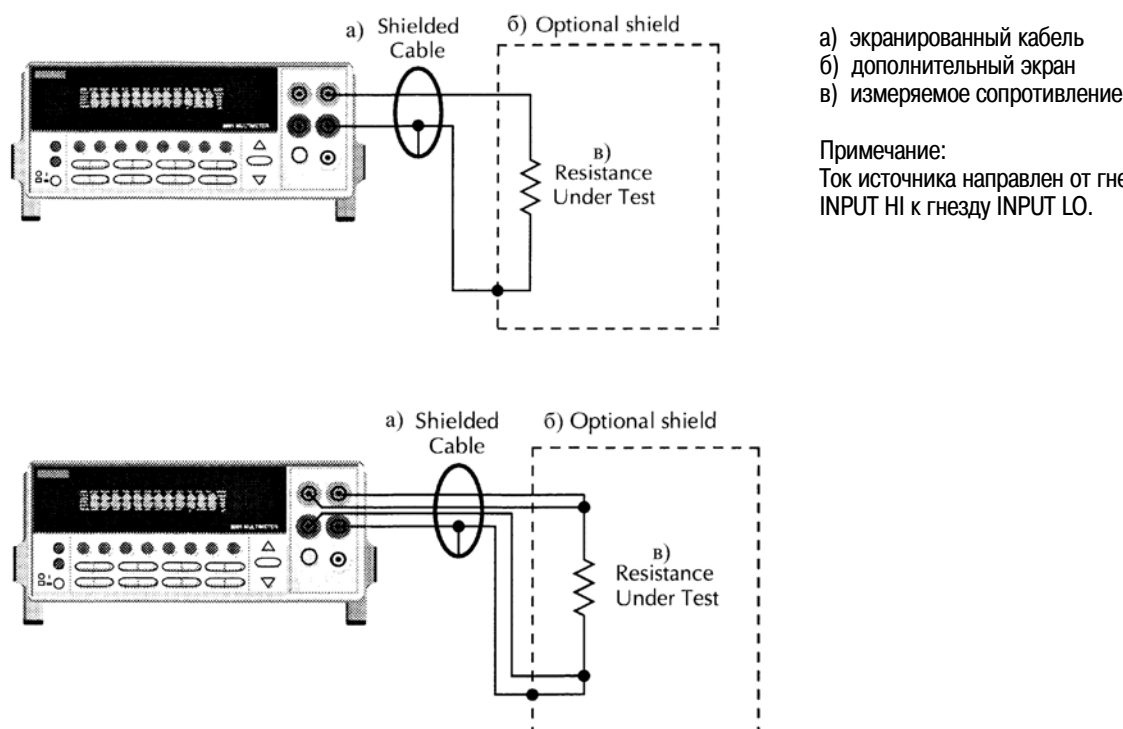

Рис. 9 Измерение сопротивления в двух- и четырехпроводной схеме
4. Присоедините измерительные провода, как показано на рис. 9.